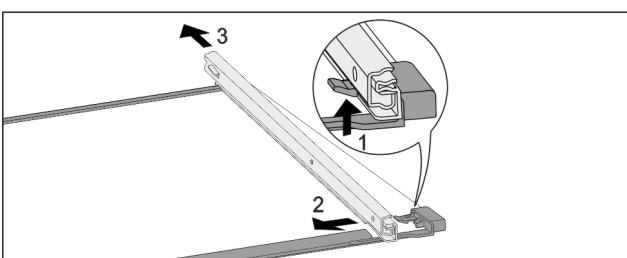

Fig. 110 Glasplatte mit Schienen
- Vorderen Rasthaken nach oben drücken. Fig. 110 (1)
- Auszugsschiene zur Seite Fig. 110 (2) und nach hinten Fig. 110 (3) wegschieben.